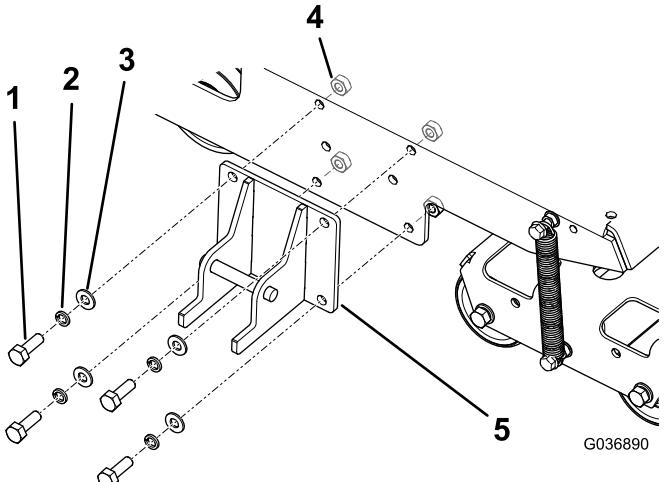

図4
1. 図4のように、機体のフレームにロックブラケットを取り付ける。